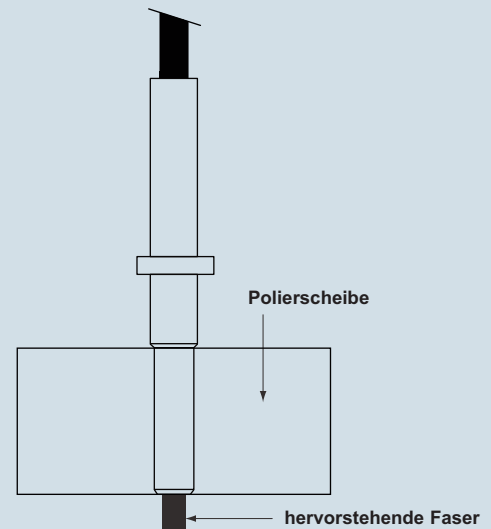

Abb. 6 - Polierscheibe mit Führung für den mittleren Teil des Kontakts
- Den gecrimpten Kontakt in die Polierscheibe (CLDL) einführen, siehe Abbildung 6.